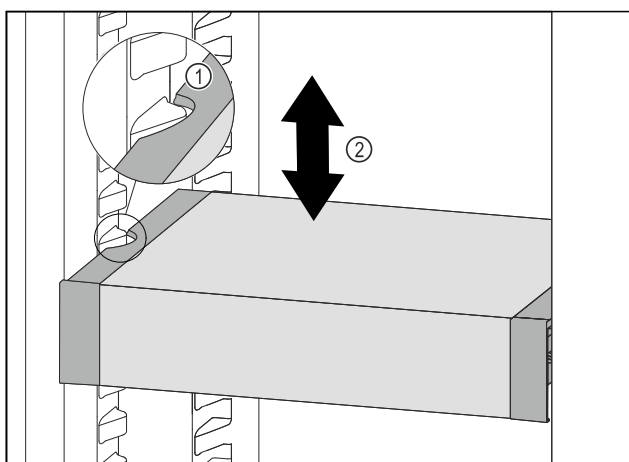

Fig. 111
- ▶ Træk VarioSafe fremefter, indtil udsparingerne i siden på VarioSafe er på niveau med beholderribben i kølesektionen. Fig. 111 (1)
- ▶ Flyt VarioSafe op eller ned i kølesektionen, indtil den ønskede højde er nået. Fig. 111 (2)